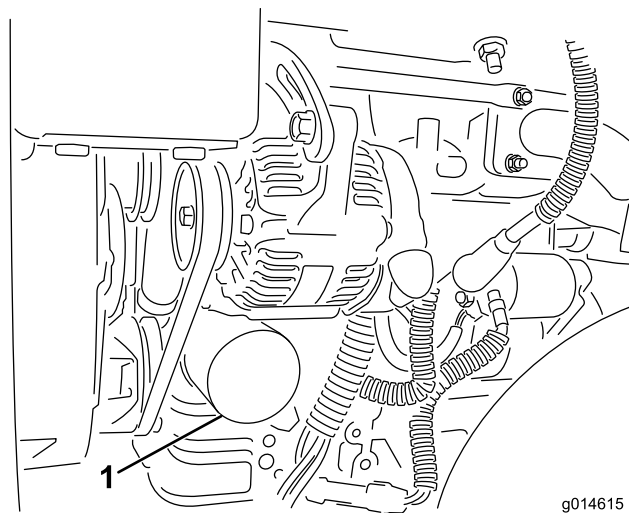

Figura 46
2. Retire el filtro de aceite (Figura 46). Aplique una capa ligera de aceite limpio a la junta del filtro nuevo.